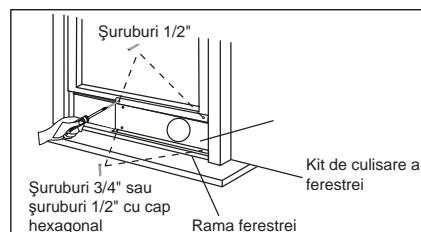

Fig. 15
- Închideți geamul fixând-ul pe kitul de culisare a ferestrei. (Fig. 15)
- Fixați kitul de culisare a ferestrei de geam cu două șuruburi de 1/2". (Fig. 15)
- Fixați kitul de culisare a ferestrei de rama ferestrei (Fig. 15):